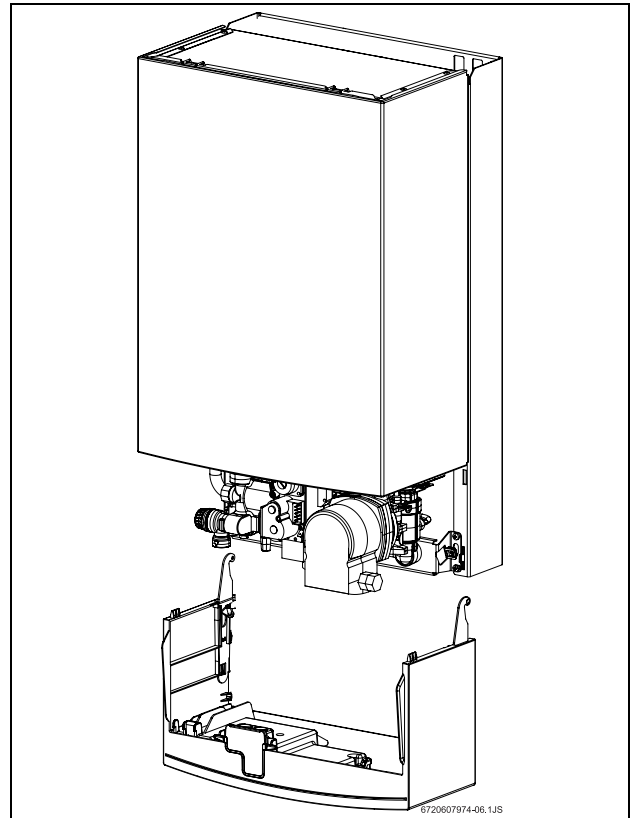

Fig. 9 Smontaggio del quadro comandi.
- ▶ Per smontare completamente il quadro comandi dalla posizione di manutenzione, sollevarlo e tirarlo delicatamente verso il basso (vedere Fig. 9).